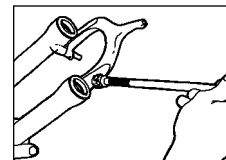

Fig. 6
7. Applicare del grasso Judy sulla superficie delle boccole superiori e riempire completamente la tasca fra i bordi della guarnizione Resi-wiper. Utilizzare una prolunga per chiave a bussola avvolta in uno straccio imbevuto di grasso Judy per raggiungere la parte interna dei tubi inferiori (vedi fig. 6).